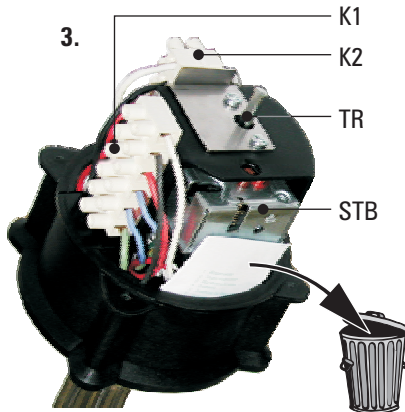
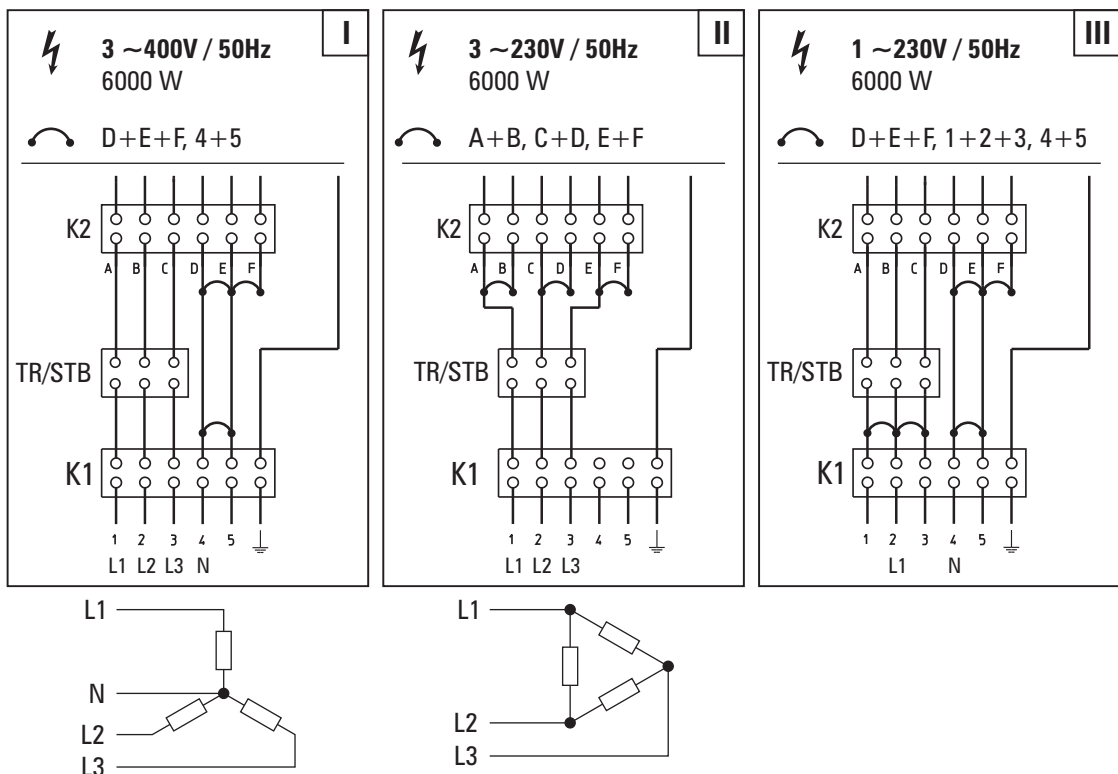

Fig. 3-9 Unité de réglage de la résistance électrique
Fig. 3-10 Affectation de raccordement EHS/500/5 et EHS/500/6
5. Retirer le dépliant pour le montage (Fig. 3-9) et le mettre au rebut.
6. Raccorder le câblage sur la borne plate K1 (Fig. 3-9) conformément à l'affectation de raccordement (Fig. 3-10) sur la résistance électrique.
7. Contrôler la position du **limiteur de température de sécurité (STB)** (Fig. 3-9) le cas échéant enfoncer la tige pour le déverrouillage.